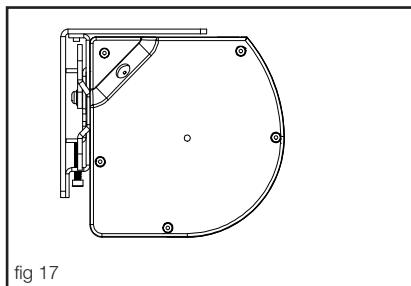

fig 17
- d) Raise/secure the case by turning the bottom screw (fig 17)
- d) Höj/säkra kassetten med hjälp av skruven i boten (fig 17)